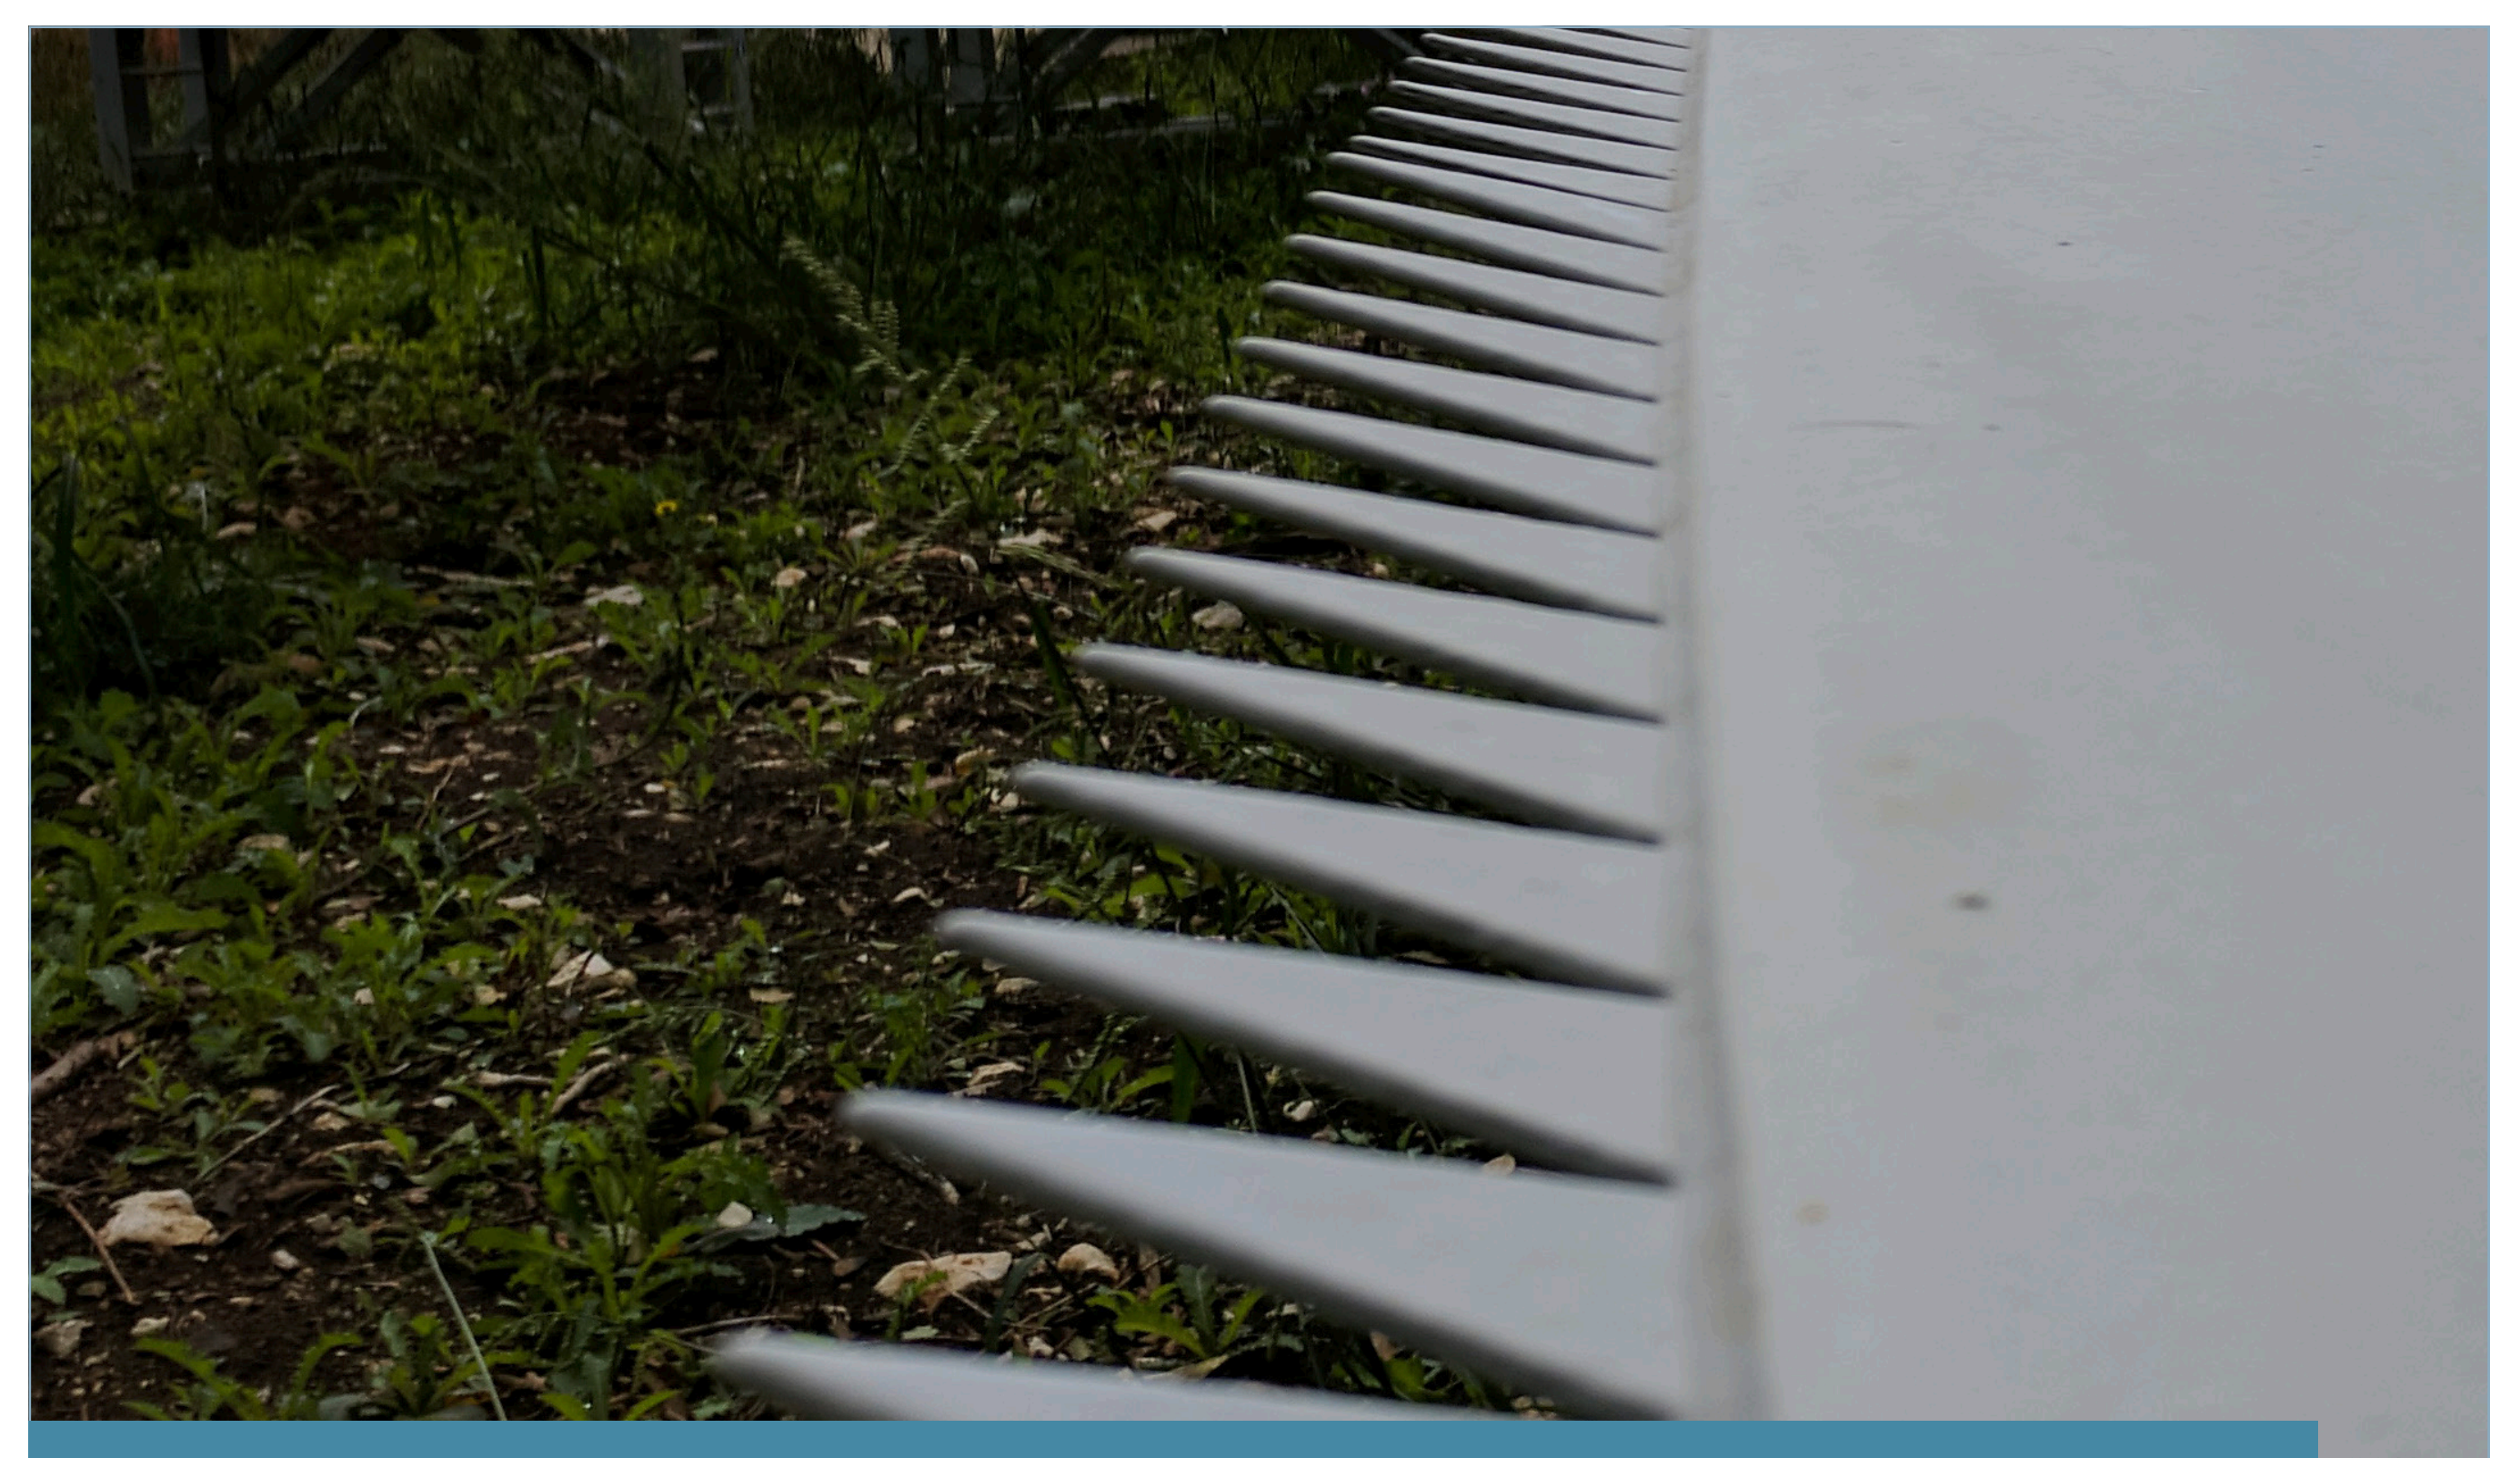

Abb. 3: Hinterkantenkamm am Rotorblatt einer Windenergieanlage. Der Hinterkantenkamm reduziert den Schall durch Verwirbelung. Quelle: Ennova SA.
- » Zur Schallreduktion werden Hinterkantenkämme eingesetzt. Diese verwirbeln die Strömung und reduzieren den Schall der Anlage (Abb. 3).